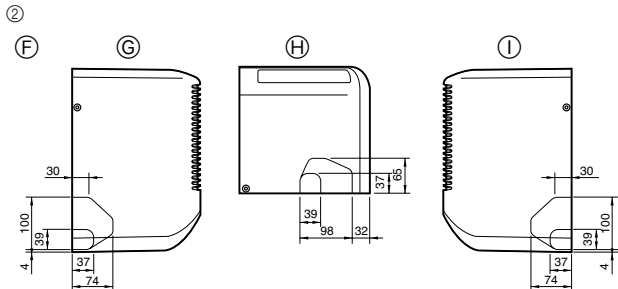

Fig. 4-4
- ② Bepaal de plaats van de doordrukopeningen op het apparaat (Fig. 4-4)